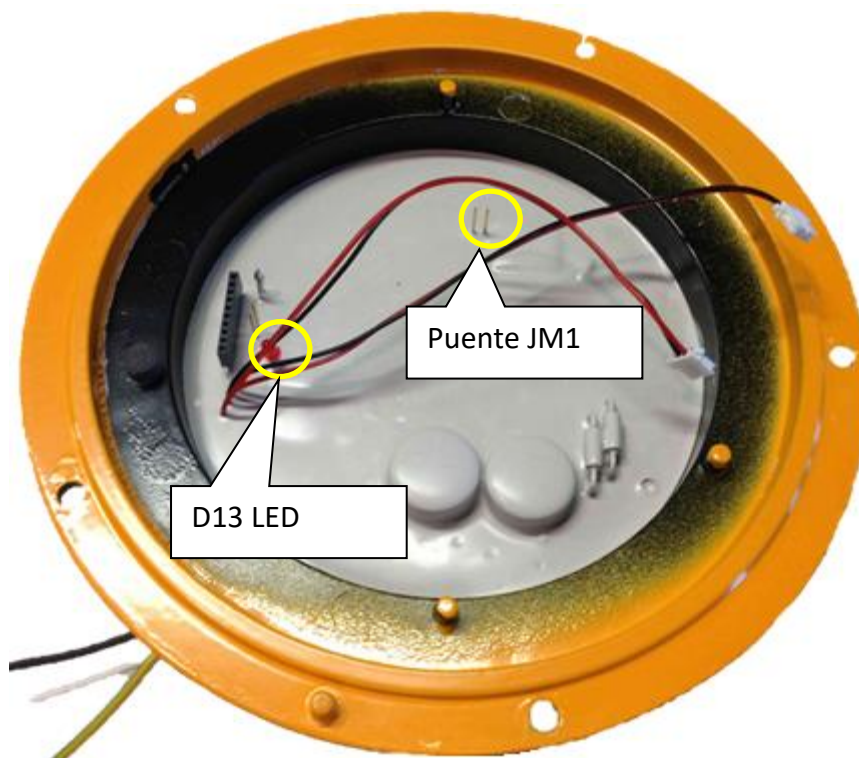

Figura 6 - Restaurar el dispositivo de monitorización
- INSERTE EL PUENTE JM1, ver Figura 6
- espere el apagado del LED D13, véase la Figura 6
- RETIRE EL PUNTE JM1, ver Figura 6